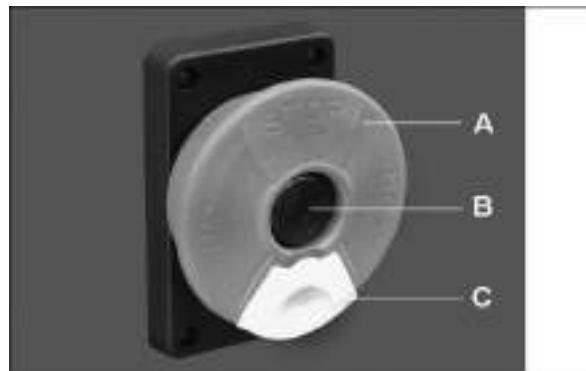

Рис. 6
Нажмите кнопку (A, рис. 6), чтобы запустить стенд. Загорится зеленый индикатор питания (B).
Ключ безопасности (C, рис. 6) предотвращает несанкционированное использование стендса. Выньте ключ, чтобы деактивировать кнопку. Вставьте его на место, чтобы запустить стенд.